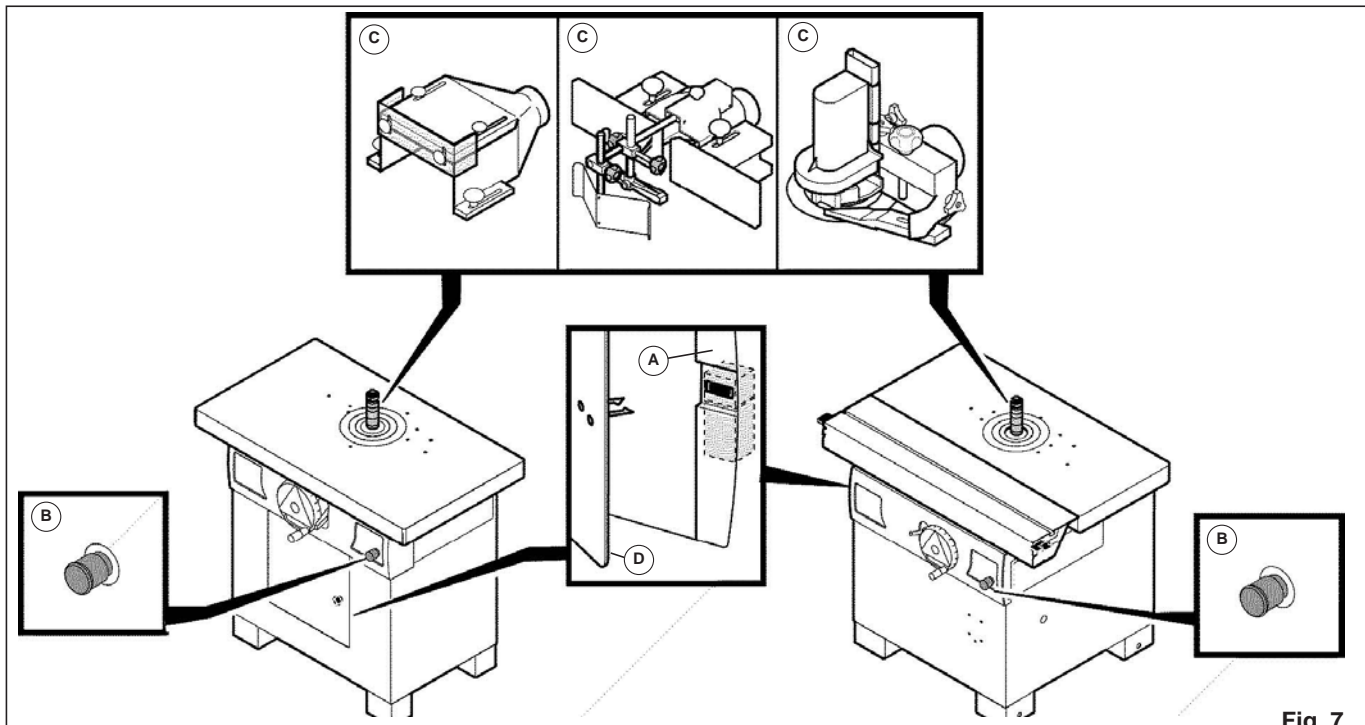

Fig. 7
2.7. SÄKERHETSANORDNINGAR (bild 7)